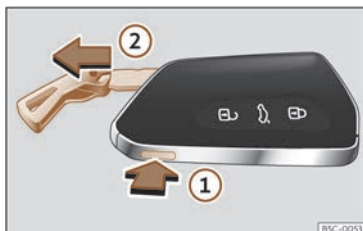

Fig. 72 Llave del vehículo: extraer el espadín.
- Pulse el botón >>> **fig. 72 (1)** para hacer salir la argolla a modo de llavero y poder extraer el espadín (2). Si presiona ligeramente sobre la argolla, esta se quedará fija a modo de llavero.
- Pulse el botón >>> **fig. 72 (1)** para desbloquear. Mantenga pulsado el botón (1) y al mismo tiempo tire de la argolla en la dirección de la flecha >>> **fig. 72 (2)** para extraer completamente el espadín.